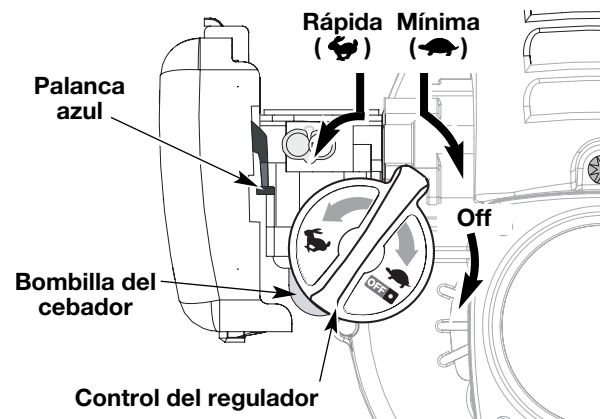

Fig. 2
4. Ponga la unidad en la posición de arranque (Fig. 4). Coloque el control del regulador en la posición de **RÁPIDA** (↺) (Fig. 2).
1. Para apagar el soplador, mueva la palanca de control del regulador todo hacia la derecha, más allá de la posición de baja en vacío (↻) hasta que sienta un clic. Cerciérese de mover la palanca hasta el retén de la extrema derecha para apagar la unidad (Fig. 2).